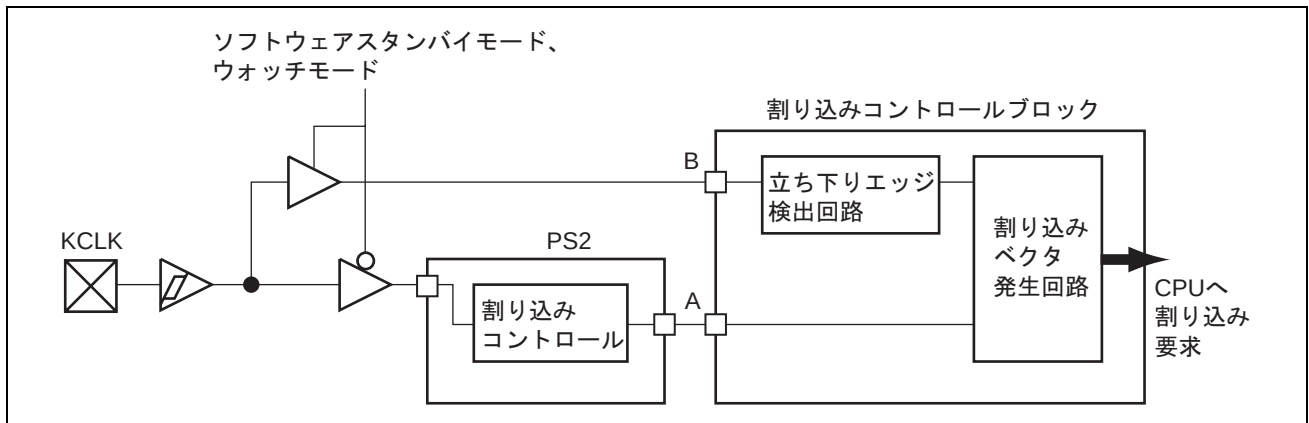

図 18.16 1st KCLK 割り込み経路図
- 1st KCLKの割り込みは、通常のオペレーション時とソフトウェアスタンバイモード、ウォッチモード時の割り込み経路およびフラグのセットが異なります。1st KCLKの割り込み経路の概略を図18.16に示します。